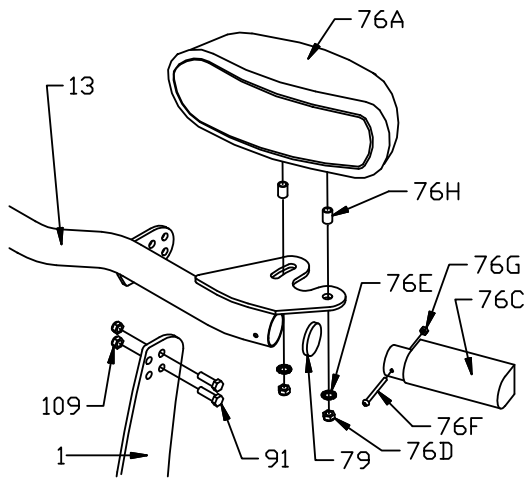

Bild 14. Scheinwerfer Montage G10115
26. Schrauben Sie den Scheinwerfer der Fahrerseite (76A) auf den Lichtträger (13) mit zwei Hülsen (76H), 1/2" Muttern (76D) und 1/2" Sicherungsscheiben (76E) wie in Bild 14.